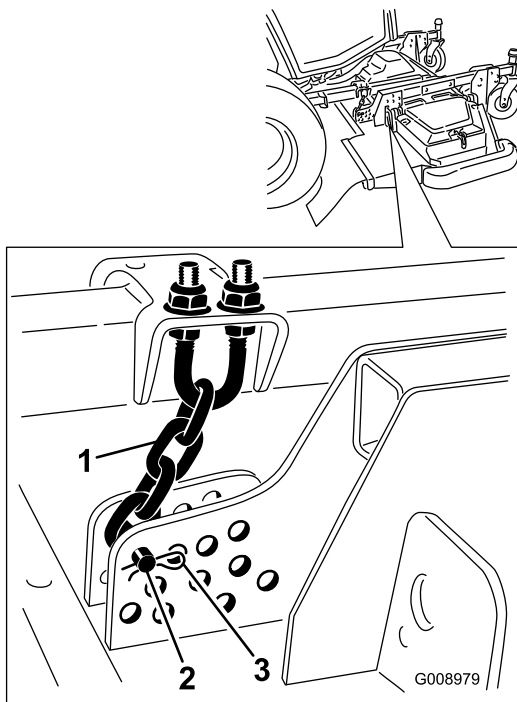

Figure 92
3. Enlevez la goupille fendue et l'axe de chape qui fixent les chaînes de hauteur de coupe à l'arrière du plateau de coupe (Figure 92).